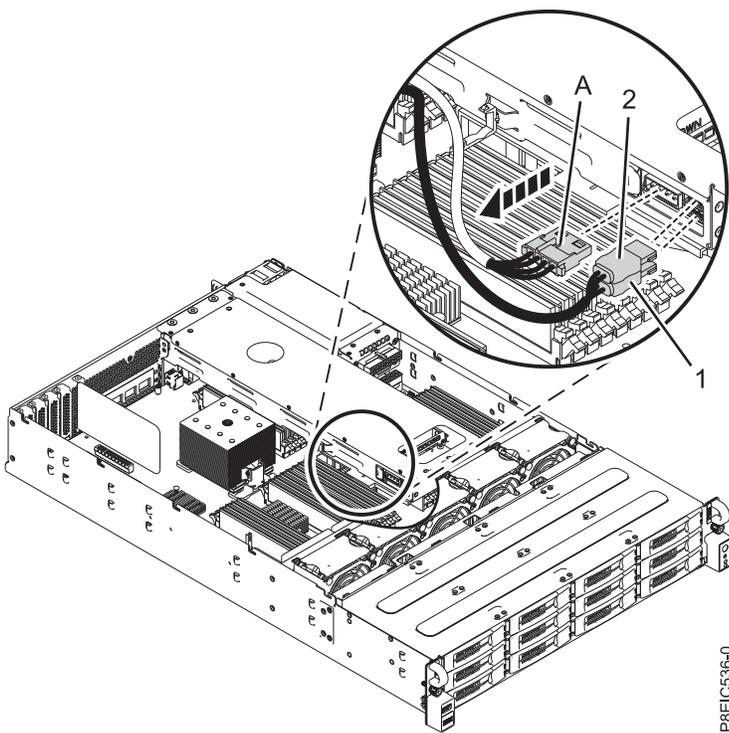

Figure 18. Retrait du cordon d'alimentation et des cordons d'interface
4. Débranchez le cordon d'alimentation (A) et les deux connecteurs d'interface (1) et (2) du tiroir d'unité arrière, comme illustré dans la figure 18.